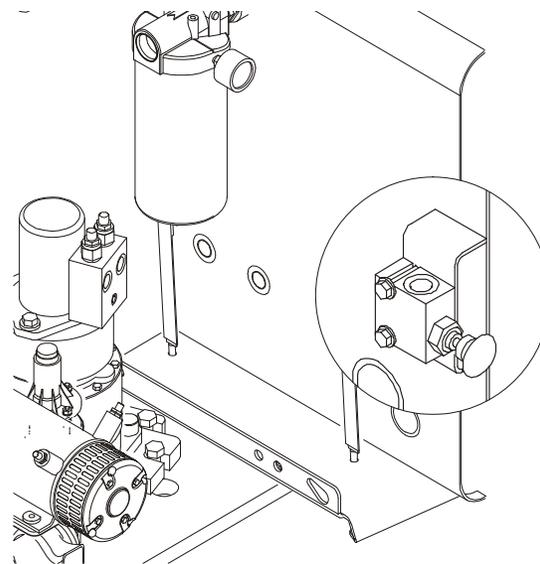

Figure 4-8. Vanne de remise à niveau
3. Tirer sur le bouton rouge de remise à niveau situé à côté de la vanne de commande principale et le maintenir. Voir la Figure 4-8.